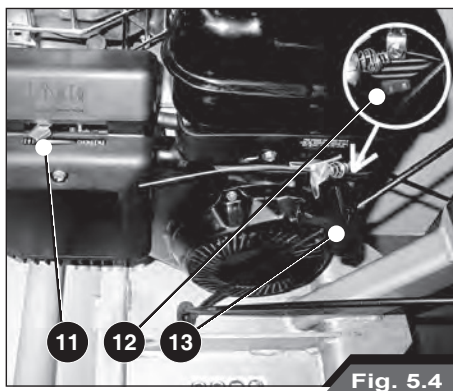

Fig. 5.4
- Mettre l'interrupteur moteur ON/OFF sur ON (12, Fig. 5.4).
- Saisir la poignée de démarrage du moteur (13), tirer délicatement de façon à faire jouer l'encliquetage.